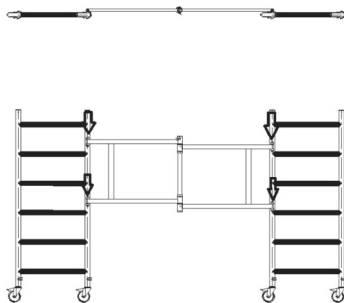

Rys. 24. Montaż zestawu kołowego 150
1. Zamontować zestaw kołowy 150 mm w kolumnach dwóch drabin blokując je zawleczkami (Rys. 24).